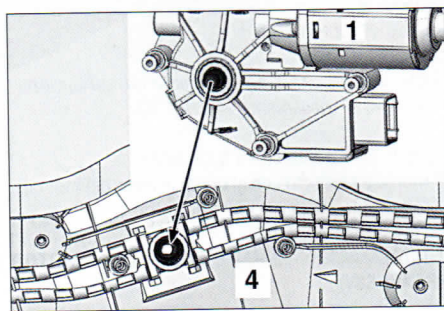

FIG. 73
Nota: comprobar el acoplamiento del servomotor (1) sobre el mecanismo (4) (fig. 73).